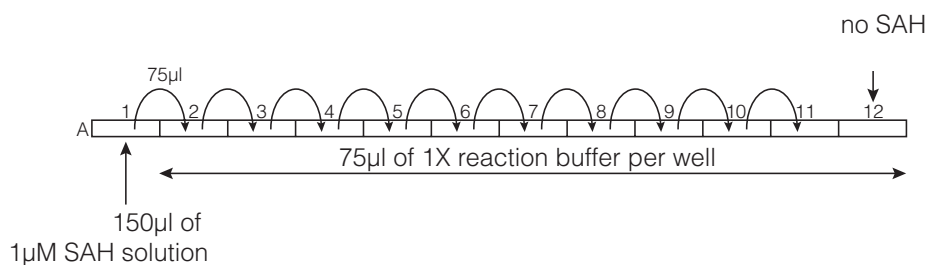

图 4. SAH 标准品的稀释方案。
3. 执行两倍系列稀释：从 A1 孔移取 75 $\mu$ l 加入到 A2 孔中，混匀。再从 A2 孔移取 75 $\mu$ l 加入到 A3 孔中，并混匀。对于 A3 至 A11 孔重复此转移步骤，每次转移后充分混匀。丢弃从 A11 孔中转移出的 75 $\mu$ l 液体。A12 孔不加入 SAH 溶液。参见图 4。